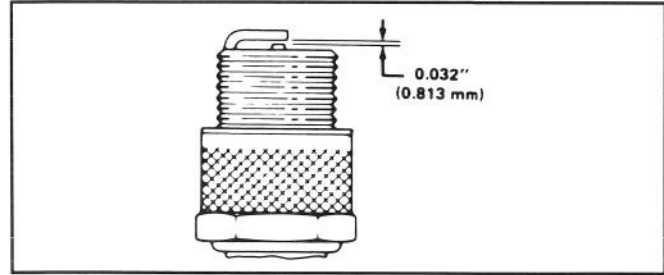

Abbildung 16
3. Den Luftspalt auf 0,8 mm einstellen (Abb. 16). Die auf den korrekten Abstand eingestellte Zündkerze mit einer Dichtungsscheibe versehen und auf 20 N·m anziehen.